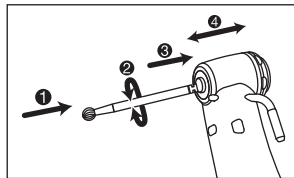

Fig. 1
- 1) Insérez la fraise/foret dans la tête.(Fig.1 ❶)
- 2) Tournez légèrement la fraise/foret jusqu'à ce qu'elle/il s'intègre dans le mécanisme de verrouillage. (Fig. 1 ❷)
- 3) Enfoncez la fraise/foret jusqu'à ce que vous entendiez un clic indiquant qu'elle/il est bien placé(e). (Fig. 1 ❸)
- Une fois que la fraise/le foret est bien maintenu(e), tirez légèrement sur celle/celui-ci pour vérifier qu'elle/il est bien fixé(e). (Fig. 1 ❹)